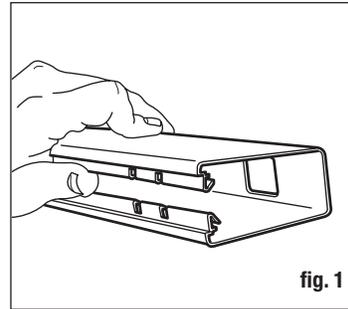

fig. 1
- Take one of the rails and gently open the throat with your hand or a wooden wedge (fig. 1). This will become the bottom rail of the assembly.
Most yards are relatively level and will allow for a fairly simple installation. If your yard is steeply pitched or very uneven, be sure to allow for the required mounting height of the adjacent panel when setting your posts. You may need to "stair step" the panels in extreme cases (fig. 1).
- Prenez l'une des traverses et ouvrez doucement la gorge à la main, ou utilisez un coin de bois (fig. 1). Ceci deviendra la traverse inférieure de l'ensemble.
La plupart des jardins sont relativement à niveau et permettront une installation assez simple. Si votre jardin est incliné ou très inégal, assurez-vous d'avoir la hauteur de montage nécessaire du panneau adjacent lorsque vous installerez vos poteaux. Vous aurez besoin de « créer un effet d'escalier avec vos panneaux dans des cas extrêmes (fig. 1).
- Tome uno de los pretilos y abra cuidadosamente la estricción con la mano o una cuña de madera (fig. 1). Esta pieza se convertirá en el pretil inferior del ensamblado.